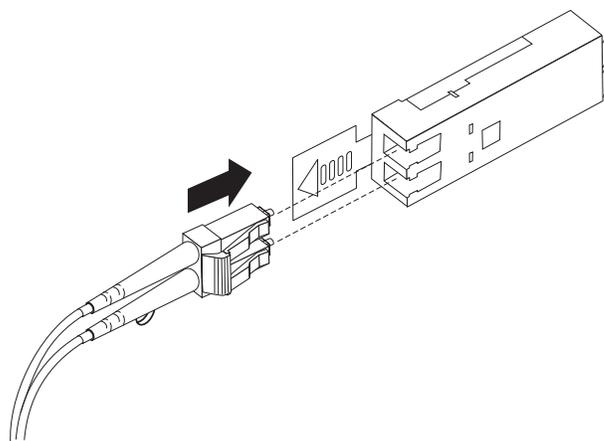

Figura 29. Inserindo um Cabo Fibre Channel LC-LC em um Módulo SFP
4. Insira cuidadosamente a extremidade aberta do cabo LC-LC em um módulo SFP instalado no subsistema de armazenamento. O conector do cabo é chaveado para instalação correta. Segurando o conector, empurre o cabo até que ele se encaixe na posição, conforme mostrado em Figura 29 na página 46.